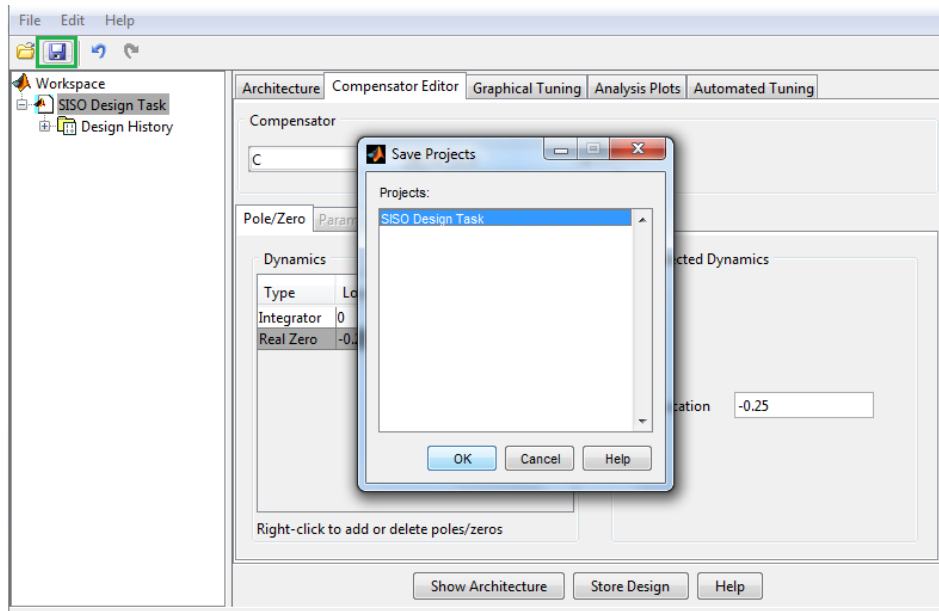

Figura 94. Esquema guardado archivos Sisotool.
- Guarde el modelo de sintonización haciendo Click sobre el dibujo del disquete del recuadro verde de la figura 94, se despliega una ventana, en ella escoja la opción SISO Design Task y de click en OK.